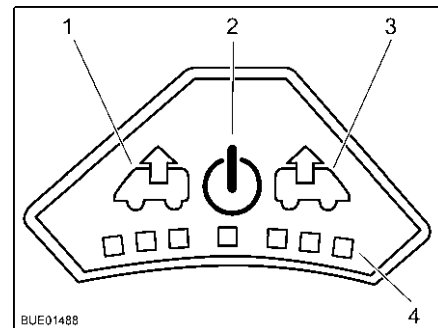

Fig. 110 Cuadro de mando del ventilador
Conectar: ■ Pulsar la tecla On/Off (Fig. 110,2). El ventilador funciona en el modo confort (extracción con la velocidad más baja del ventilador).
Extracción de aire: ■ Para aumentar la velocidad del ventilador: Pulsar la tecla de extracción (Fig. 110,1). La velocidad del ventilador aumenta un nivel en el sentido de extracción de aire. Los LEDs (Fig. 110,4) muestran los niveles de ajuste.
■ Para disminuir la velocidad del ventilador: Pulsar la tecla de ventilación (Fig. 110,3). La velocidad del ventilador disminuye un nivel.
Ventilar: ■ Para aumentar la velocidad del ventilador: Pulsar la tecla de ventilación (Fig. 110,3). La velocidad del ventilador aumenta un nivel en el sentido de ventilación. Los LEDs (Fig. 110,4) muestran los niveles de ajuste.
■ Para disminuir la velocidad del ventilador: Pulsar la tecla de extracción (Fig. 110,1). La velocidad del ventilador disminuye un nivel.
Desconectar: ■ Pulsar la tecla On/Off (Fig. 110,2). El ventilador se detiene, los LEDs se apagan.